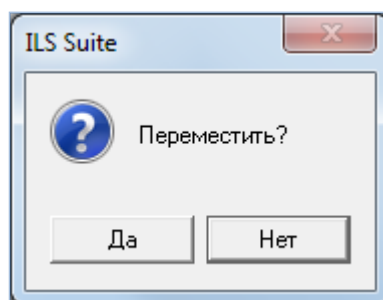

Рис. 9-14 – Диалоговое окно
4) В отобразившемся диалоговом окне нажать кнопку «Да» для подтверждения перемещения, для отмены перемещения объекта нажать «Нет» (рис. 9-14).